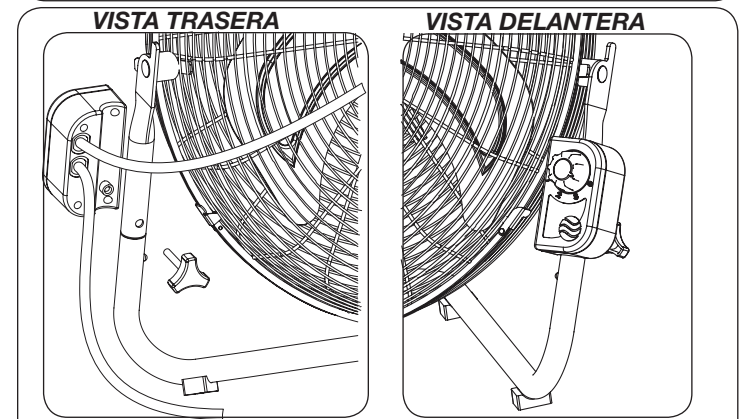

Figura 2
5. Insertar el tornillo de sujeción de la parte trasera del ventilador a través del orificio en la pata del pedestal tal como se muestra. (Figura 2)